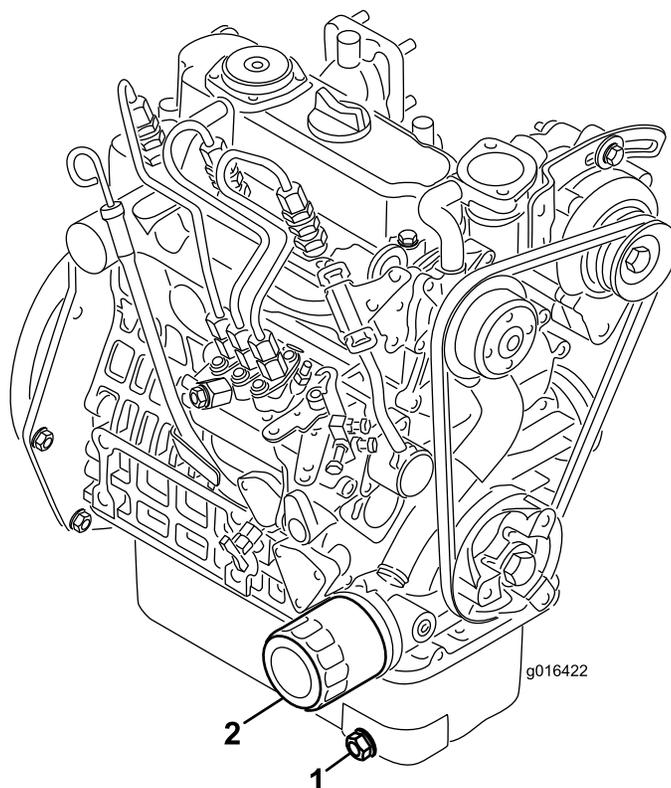

Figura 35
1. Retire o tampo de escoamento (Figura 35) e deixe o óleo escorrer para um recipiente